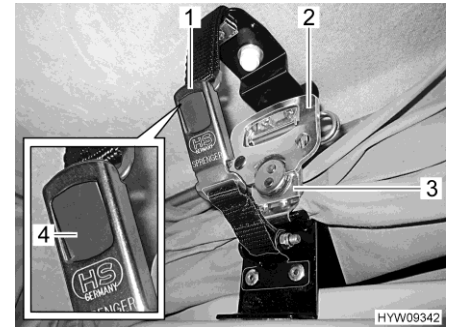

Bild 81 Verriegelung (Aufstelldach)
- Auf beiden Seiten Schnappschloss (Bild 81,1) öffnen. Dazu grauen Druckknopf (Bild 81,4) drücken.
- Jeweils Griff (Bild 81,2) des Schnellspannverschlusses (Bild 81,3) ausklappen und eine halbe Umdrehung entgegen dem Uhrzeigersinn drehen. Die Verriegelung ist damit gelöst.